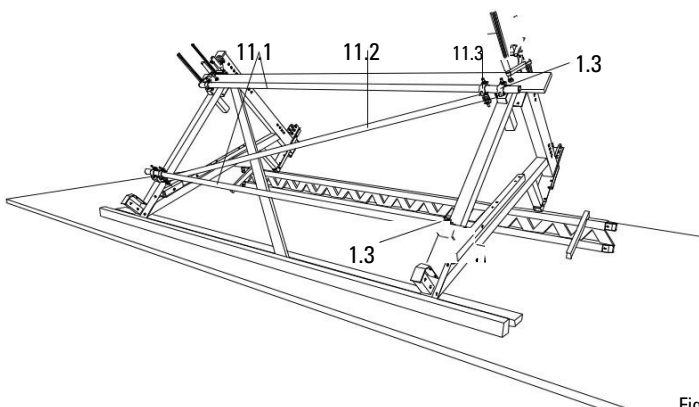

Fig. A1.07
8. Закрепете диагонално тръба за скеле (11.2) на въртящите се присъединители (11.3). (Fig. A1.07)